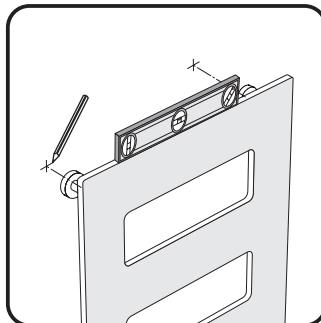

Рис.10
5.10. Приложите полотенцесушитель кронштейнами к стене. При помощи строительного уровня установите правильное положение полотенцесушителя (рис. 10).
5.11. Зафиксировав полотенцесушитель в правильном положении, сделайте метки грифельным карандашом (рис. 10).